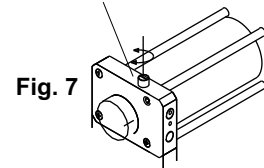

Fig. 7
- Sbloccare l'automatismo (vedi Rif.) e ruotare manualmente l'ingranaggio (M) fino all'arresto dello stesso. In questa posizione l'attuatore è posto nella fase di inizio rallentamento. Portare l'anta in posizione di apertura e riaprire la stessa di 10° circa. Inserire l'attuatore sulla cassetta e verificarne la movimentazione. Regolare la corsa tramite le due viti (N). Serrare l'attuatore sulla cassetta tramite gli appositi dadi. Bloccare nuovamente l'automatismo (vedi Rif.). Regolare la frenata del cancello nella sua apertura e chiusura tramite la vite regolazione frenata (vedi Fig.7).
- Déverrouiller l'opérateur (voir Ref.) et tourner manuellement le pignon (M) jusqu'à son arrêt. Dans cette position le moteur se trouve au début du ralentissement. Positionner le vantail dans la position d'ouverture et le re-ouvrir d'environ 10°. Placer le moteur dans la boîte et vérifier son mouvement. Régler la course à l'aide des deux vis (N). Serrer le moteur dans la boîte à l'aide des écrous spéciaux. Re-bloquer l'opérateur (voir Ref.). Régler le freinage du portail d a n s son ouverture et fermeture à l'aide de la vis réglage du freinage (voir Fig.7).